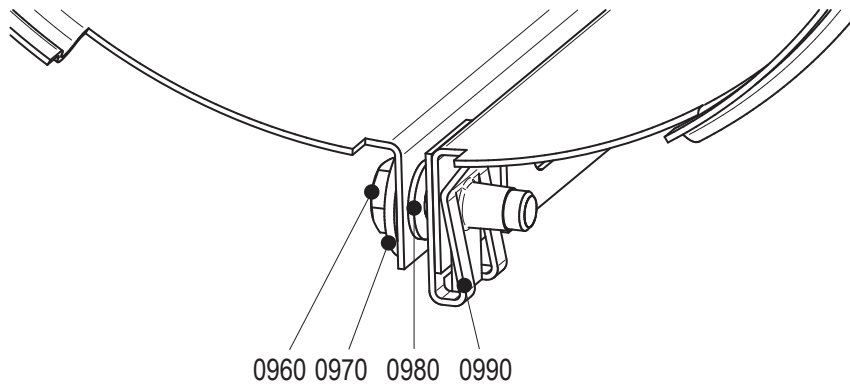

图 10: 安装护套。
- 1 拧松螺栓 (0960)。请参阅图 10。
3 将护套闭合, 然后安装螺栓 (0960)。请参阅图 10。
- 5 将护套闭合, 然后安装螺栓 (0230) 和螺栓 (0960)。请参阅图 10。